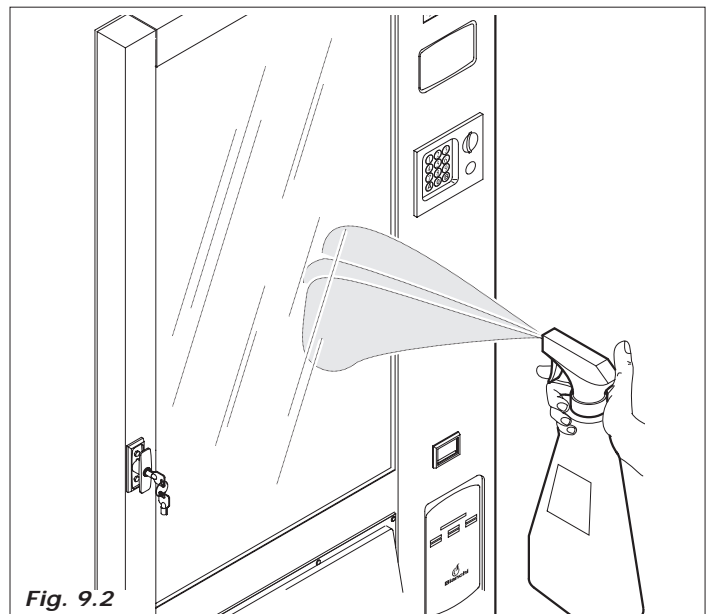

Fig. 9.2
- limpiar con productos apropiados interiormente y exteriormente el vidrio de la puerta (Fig. 9.2).